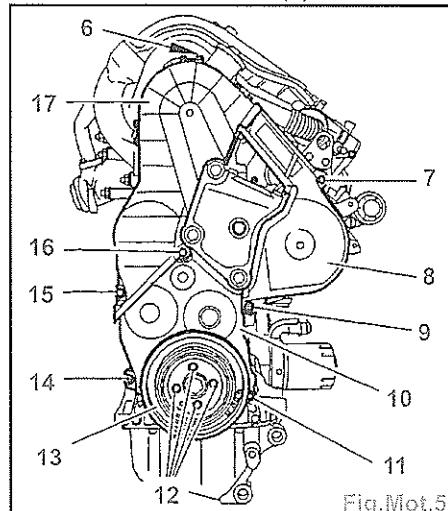

Fig.Mot.5
- l'érouvre (5),
- les vis (1),
- la bride (4).
- Déposer (Fig.Mot.5) :
- les vis (6), (7), (9), (15) et (16),
- le carter supérieur (17),
- le carter intermédiaire (8).